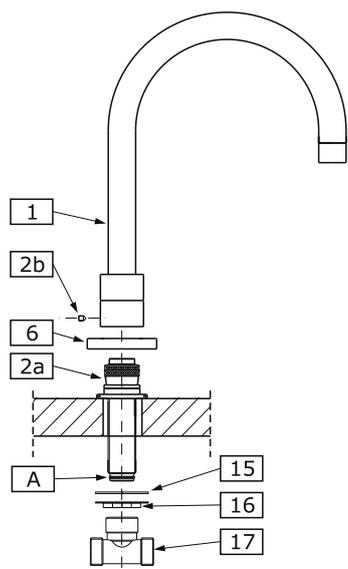

FIG. 4c
- ➔ Insert spout connector with shank (2a) through center hole of bath tub ledge. From underneath the ledge place rubber washer (15) on the shank, then screw on the flanged nut (16). Hand tighten only.
- ➔ Make sure that the o-ring (A) is properly seated in recess at shank.
- ➔ Thread the T-connection (17) on the shank of the spout connector (2a) as shown in fig. 4c.
- ➔ Insertar el conector del grifo con tubo enroscado (2a) a través del borde del agujero central de la bañera. Por debajo del borde colocar una arandela de goma (15) sobre el tubo, luego apretar asegure que el grifo (16). Apretar únicamente a mano.
- ➔ Controlar si el anillo (A) está colocado correctamente en el tubo. Colocar la conexión „T“ (17) sobre el tubo el conector del grifo (2a) como lo presenta la fig. 4c.